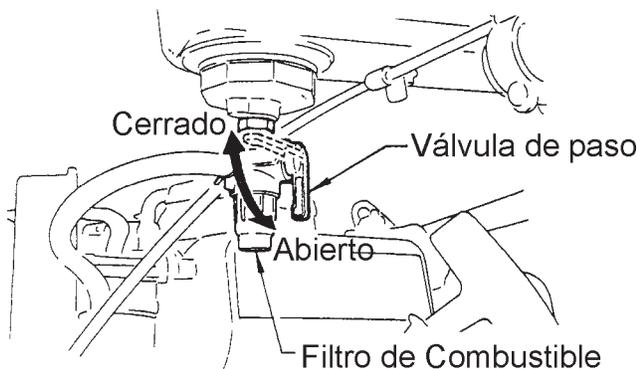

Figura 5. Válvula de Paso de Combustible
1. Abra la válvula de paso moviendo la **perilla del combustible** a su posición **abierto** (Figura 5), DESPUÉS coloque el interruptor de encendido/apagado (Figura 4) en su posición de **ENCENDIDO – START**.
2. Cierre la válvula de paso de combustible moviendo la perilla hacia su posición CERRADA. Ver Figura 5.